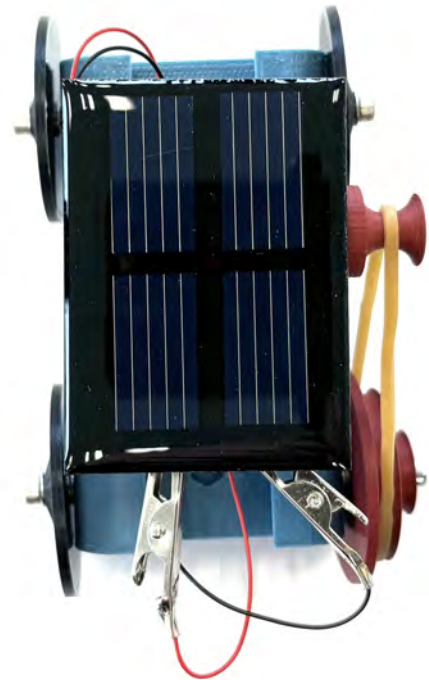

Abb. 21: Das Solarauto ist nun fertig montiert.
- (11) Klemmt nun die Krokodilklemmen des Motors an die Kontakte der Solarzelle. Schiebt die Kabel vorsichtig unter der Solarzelle zurecht, damit sich nichts in den Rädern verfängt (Abbildung 21).